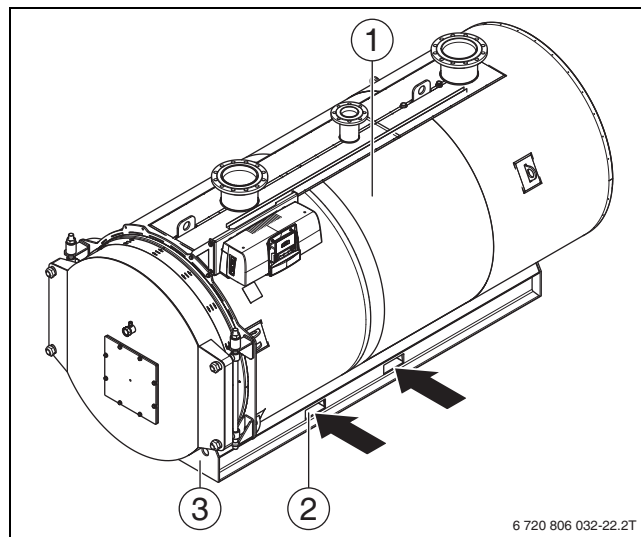

Рис. 10 Транспортировка котла вилочным погрузчиком
- ▶ Отверстия для транспортировки вилочным погрузчиком (→ рис. 10, [2]).
- ▶ Транспортируйте котёл с использованием транспортировочных отверстий в опорной раме (→ рис. 10, [2]).